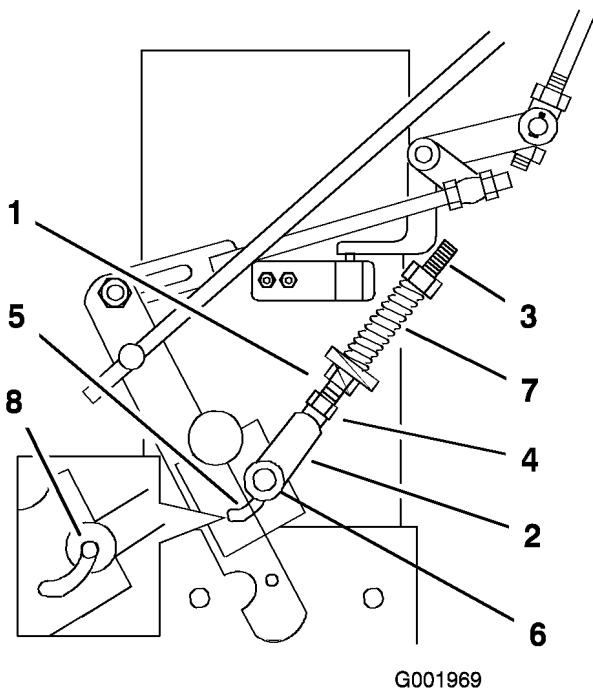

Figura 51
3. Ajuste la longitud de la varilla de punto muerto en ambos lados de la máquina hasta que el pasador de la horquilla entre en contacto con la parte de atrás de la ranura del soporte del brazo de control (Figura 51).
6. Si la rueda gira con la palanca de avance en punto muerto, la varilla de punto muerto debe ser ajustada (Figura 51). Si la rueda se detiene, vaya al paso .
7. Afloje la tuerca de la horquilla (Figura 51).
8. Ajuste la varilla de ajuste hasta que la rueda motriz correspondiente deje de girar, sujetando la palanca en la posición de punto muerto (mayor resistencia) (Figura 51).
- de vuelta aproximadamente en el sentido contrario a las agujas del reloj si la rueda gira hacia adelante (Figura 51).